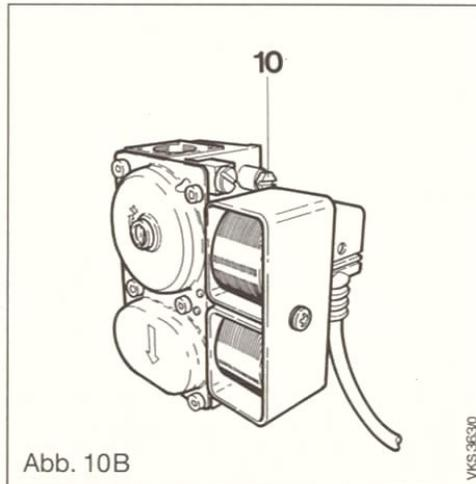

Abb. 10B
- Schraube im Anschlußdruck-Meßstutzen (10, Abb. 10B) entfernen und U-Rohr-Manometer anschließen.
- U-Rohrmanometer abnehmen Anschlußdruck-Meßstutzen (10, Abb. 10B) mit Dichtschraube verschließen.